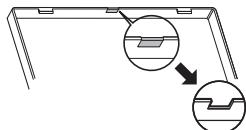

Рис. 4.3.7
- Вырежьте выбивное отверстие (обозначено серым цветом на <Рис. 4.3.7>) на передней крышке ножом или острогубцами.